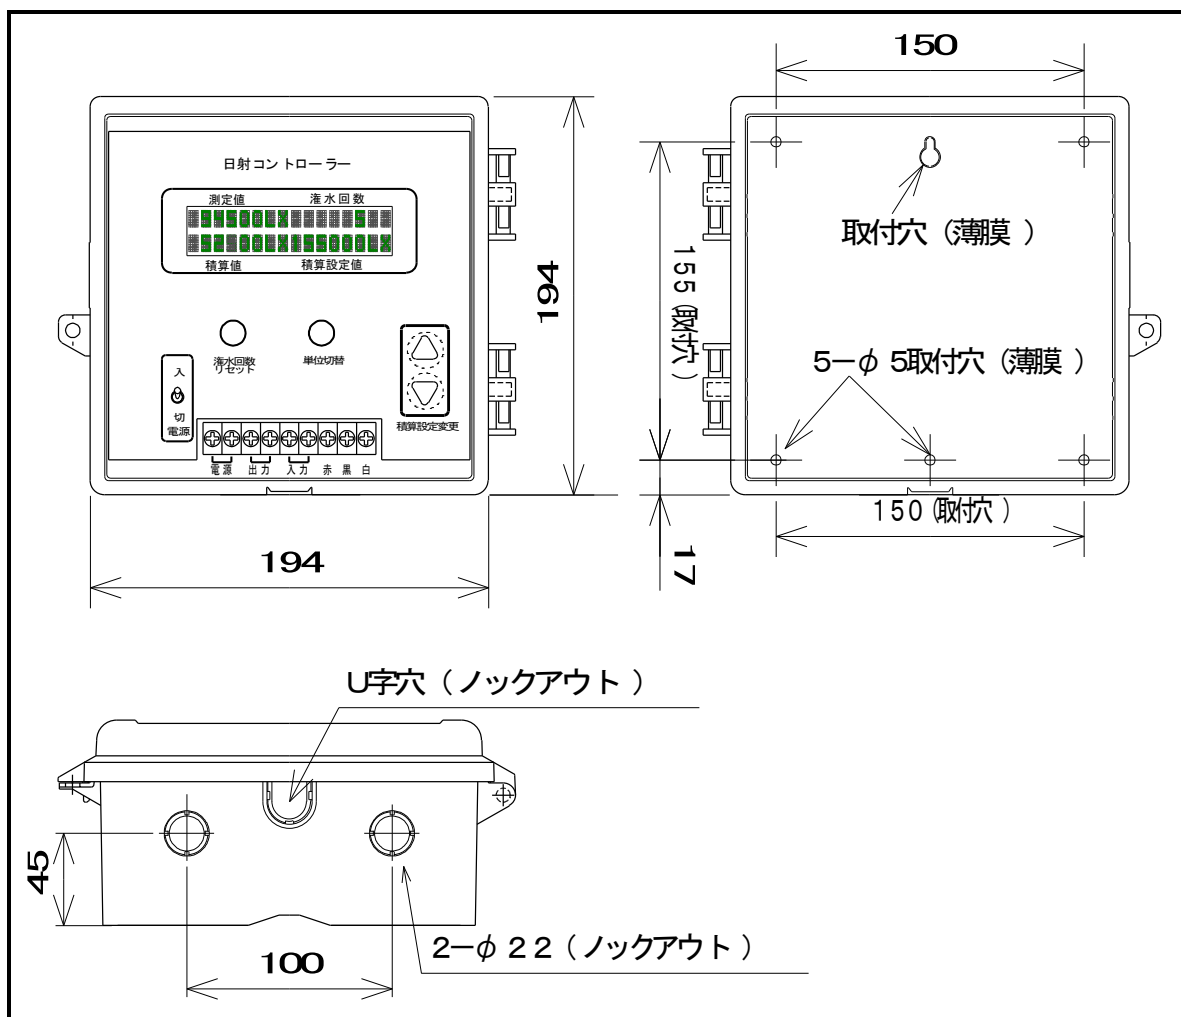

図 1-4 外形寸法図
- 壁などに固定する場合は、丸穴を利用して下さい。(図 1-4)